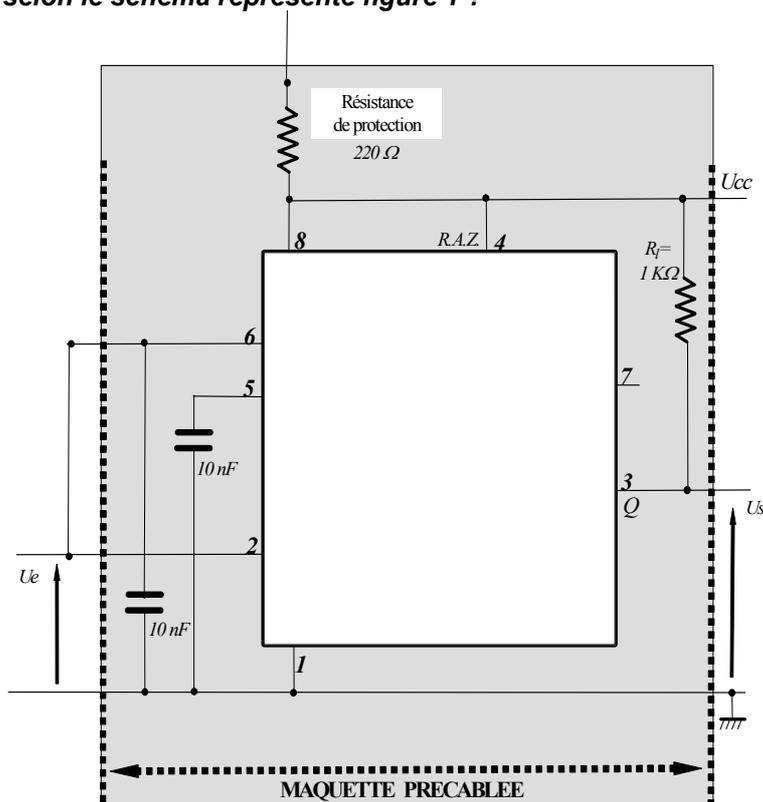

Figure 1. Circuit de test du temporisateur
- P2. Quelles sont les tensions constantes qui apparaissent sur les entrées des comparateurs internes au NE555 câblé selon le schéma représenté figure 1 ?**